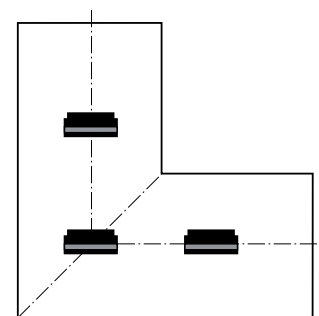

Рис. 5
- Места с сильной запыленностью или повышенной влажностью воздуха. В этом случае исключить ложные срабатывания невозможно (рис. 5).
- Вблизи открытого огня или открытых каминов (рис. 5).